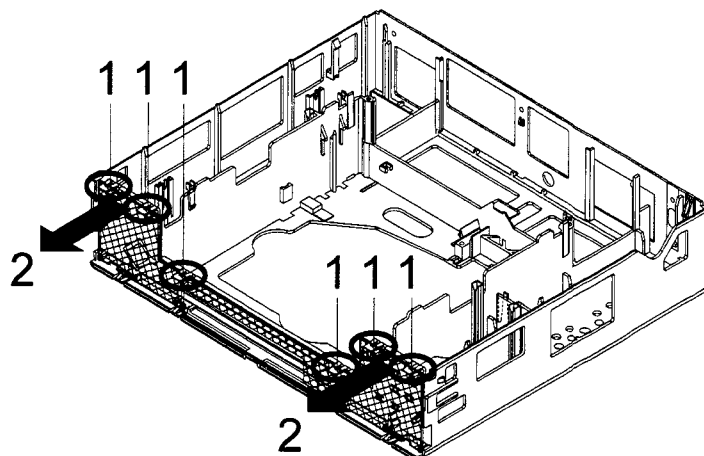

Fig. 5
- Durch Entriegeln der Schnapphaken (siehe Fig. 5) lässt sich der Bedienprint entnehmen.